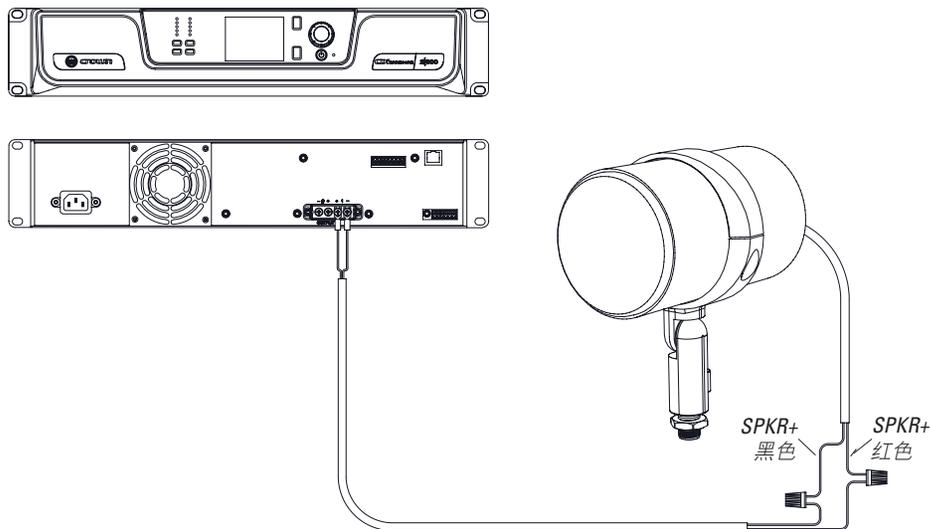

图 21
2. 将红色 (+) 扬声器输入抽头导线连接至从所述扬声器输出的 (+) 导线，黑色 (-) 输入扬声器抽头导线连接到放大器 (-) 线（参见图 21）。使用压接连接器或接线螺母进行连接。为了获得更高的可靠性，请在地下 IP65 防水电气接线盒内进行连接。